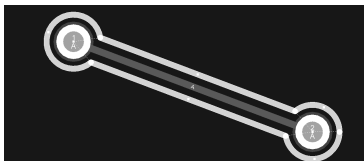
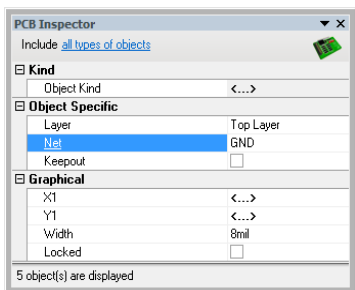

图 15-19 选择包地线
图 15-20 设置包地网络
(4) 设置包地连接的网络 GND。按下快捷键 Ctrl + H, 然后用光标单击属于包地线的任一段走线, 即可将包地全部选中, 如图 15-19 所示。按下 F11 键, 打开 PCB Inspector 面板, 将包地的网络设为 GND, 如图 15-20 所示。